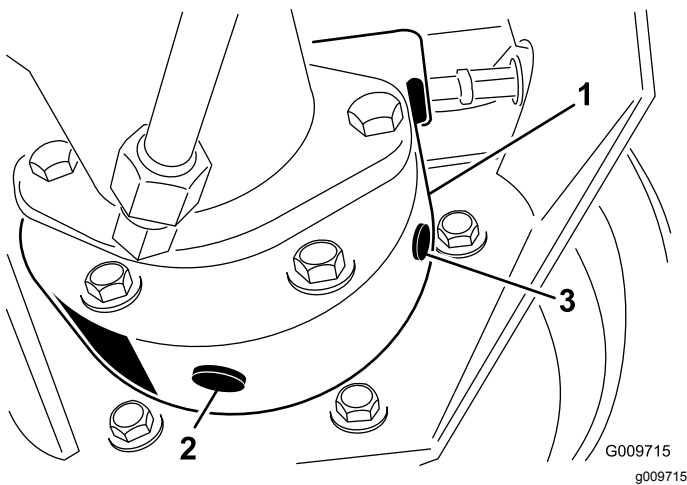

Figura 45
3. Coloque um outro recipiente de escoamento debaixo da estrutura dos travões, que se encontra do lado oposto da roda (Figura 45).